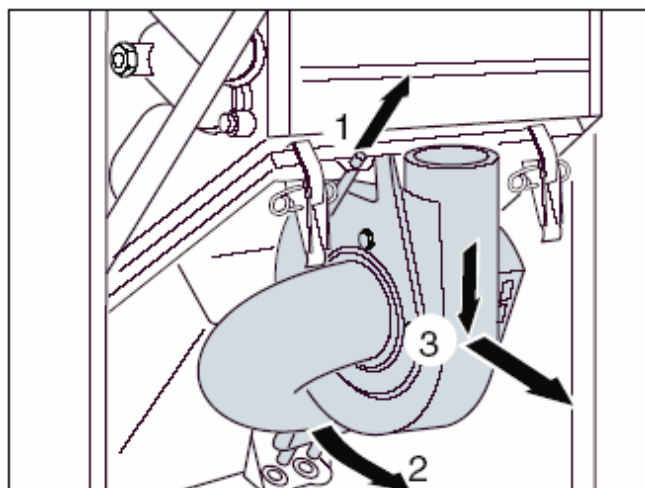

Рис. 35 Выемка дутьевого вентилятора
- Сдвинуть дутьевой вентилятор вверх (рис. 35, поз. 1).
- Наклоняя вентилятор вперед и вниз (рис. 35, поз. 2) вынуть его вперед, опуская вниз (рис. 35, поз. 3).